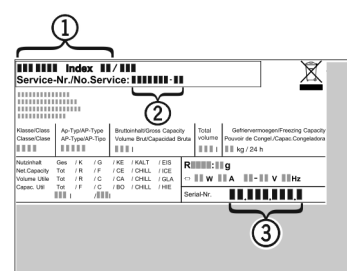

Fig. 15
- ▶ A készülék megnevezését *Fig. 15 (1)*, a szerviz- *Fig. 15 (2)* és sorozatszámot *Fig. 15 (3)* a típustábláról olvassa le. A típustábla a készülék belsejében baloldalon található.
- ▶ Értse a vevőszolgálatot a hibáról, és adja meg nekik a készülék megnevezését *Fig. 15 (1)*, a szerviz- *Fig. 15 (2)* és a sorozatszámot *Fig. 15 (3)*.